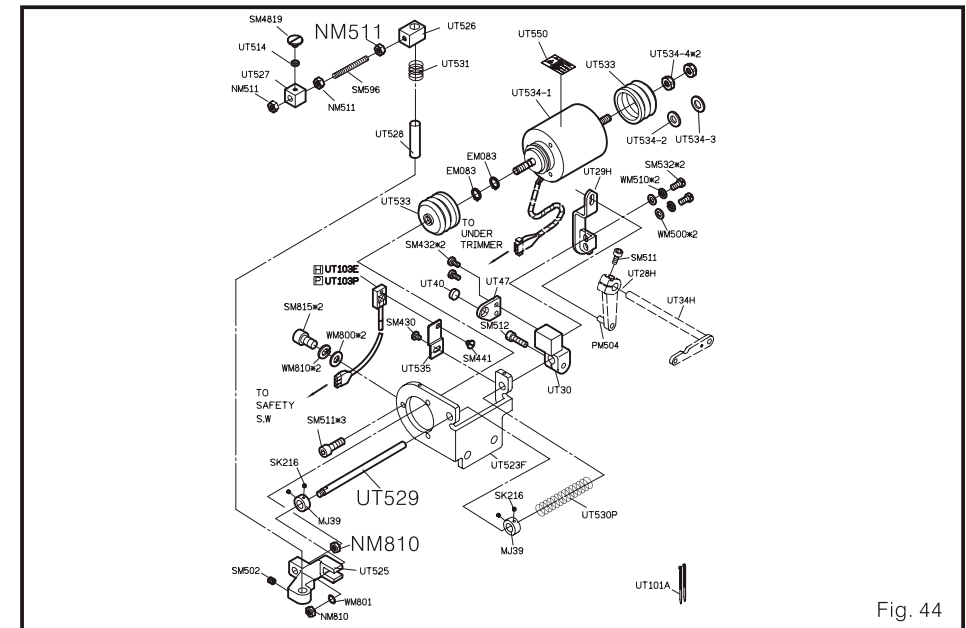

Fig. 44
1. Ajuste o golpe do refilador inferior (Fig. 44)